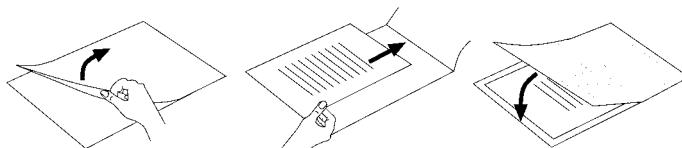

Fig.2
- Asigurați-vă că folosiți o folie pentru laminare. Ridicați-o puțin înainte, după cum este prezentat ca exemplu în fig. 2.